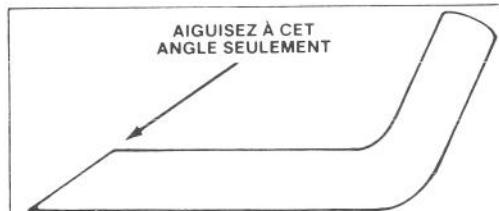

Figure 20
6. AIGUISAGE DE LA LAME — A l'aide d'une lime, aiguissez le tranchant aux deux extrémités de la lame (Fig. 20). La lame restera équilibrée si vous enlevez la même quantité de métal des deux extrémités de la lame.